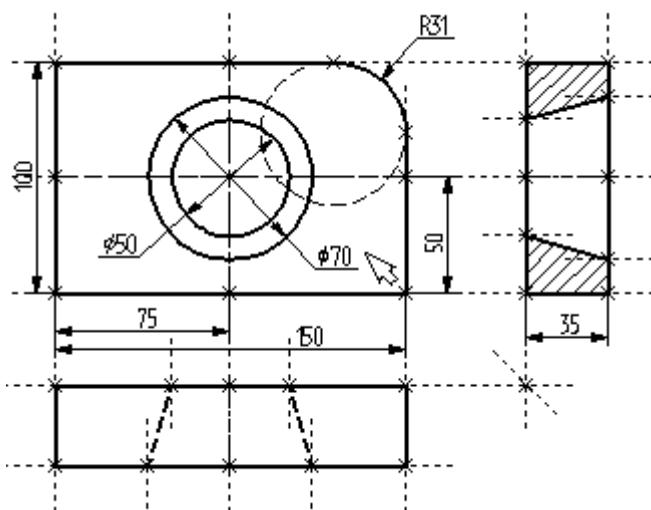

Рис. 1.71
3. Диаметры и радиусы проставляются также просто. В команде **Dimension** подведите курсор к нужной окружности и нажмите **<C>** или . Окружность выберется, и за курсором будет перемещаться изображение размера. Клавишами **<R>** и **<D>** или соответствующими пиктограммами  и  в автоменю вы сможете переключаться из режима простановки радиуса в режим простановки диаметра и обратно. Клавишей **<M>** можно задать вид проставляемого размера. Клавиша **<Tab>** поможет вам установить выносную полку в нужном направлении. После того, как вы укажете курсором на нужное место, нажмите , и после нажатия **[OK]** в диалоговом окне задания параметров размера на экране появится проставляемый размер. Проделайте эту операцию для всех размеров на окружностях (рис. 1.71).